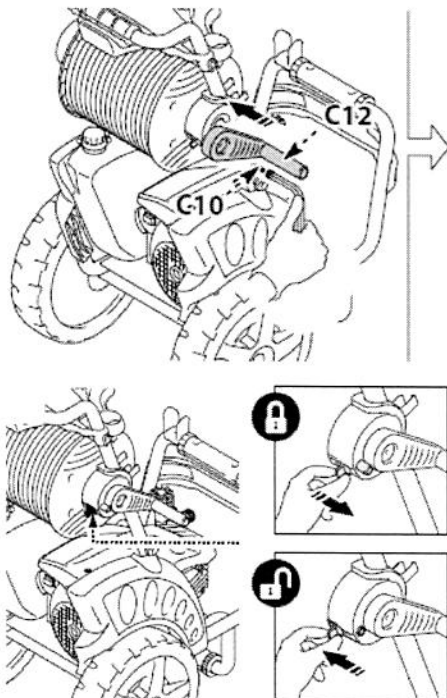

Abb. 5: Montage
Schritt 3: Stecken Sie den Griff (Pos. C12, Abb. 5) an die Aufnahme an der Trommel und befestigen Sie den mit den Schrauben (Pos. C10, Abb. 5).